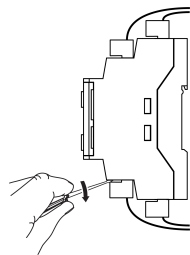

Рисунок 2 – Отсоединение съемных частей клемм
Демонтаж прибора (см. рисунок 2):
1. Снять ответные части съемных клеммников (см. рисунок 2).